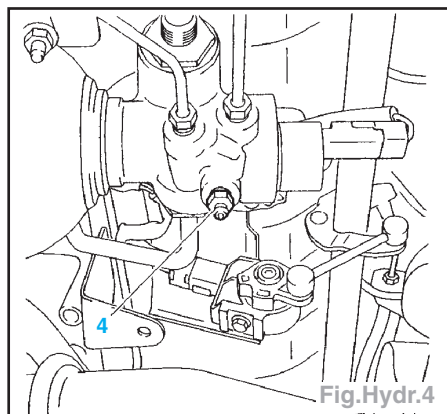

Fig.Hydr.4
- Suspension AR : dévisser la vis de détente (4) d'un tour et attendre la chute complète de la pression dans le circuit hydraulique (Fig.Hydr.4).